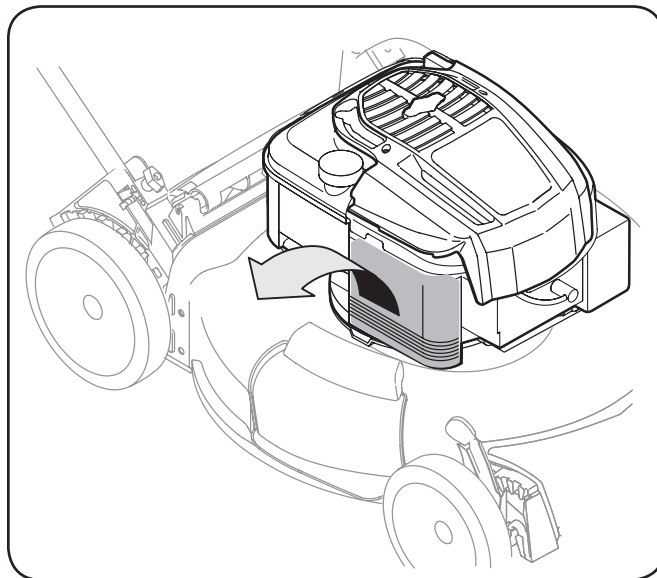

Figura 6-3
2. Abra la tapa y retire el prefiltro y el cartucho del filtro. Vea Figura 6-3.